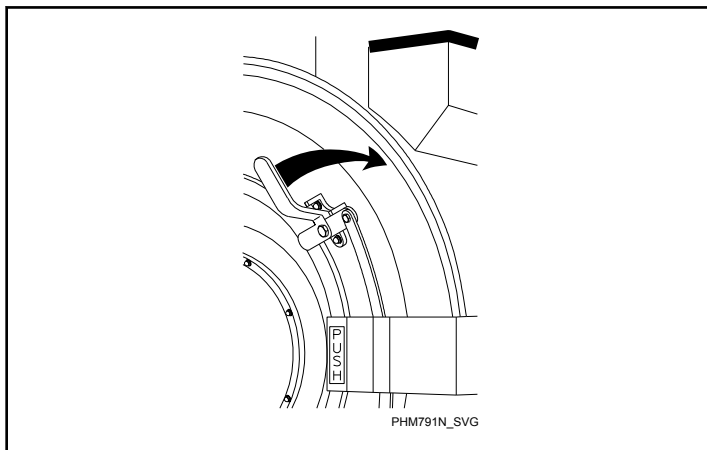

Abbildung 39
3. Den Türgriff im Uhrzeigersinn drehen und die Tür nach links öffnen. Siehe *Abbildung 39*.